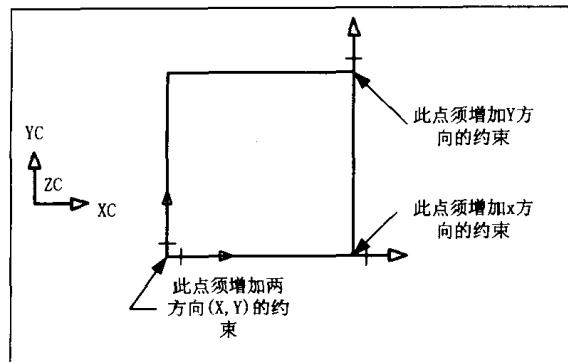

图 5-2 自由度箭头
- (1) 自由度箭头 (Degree of Freedom Arrows): 如图 5-2，在草图创建中若系统在某些点出现箭头符号时，表示该点并未约束完全，在沿箭头方向仍须指定约束条件，才算正确完成草图的定义。例如在某点处显示 Y 方向的自由度箭头，表示必须约束 (Constrain) 此点在 Y 方向的尺寸，才能完整的表示此点的位置。